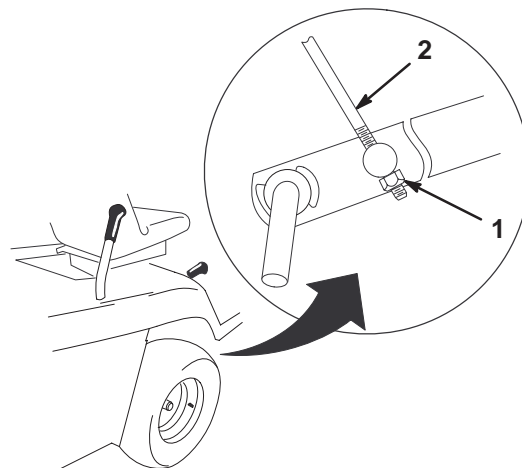

Bild 44
4. Stellen Sie die M8-Sicherungsmutter am Ende der Höheneinstellungsstange so ein, dass die Stange etwas angespannt ist (Bild 44).